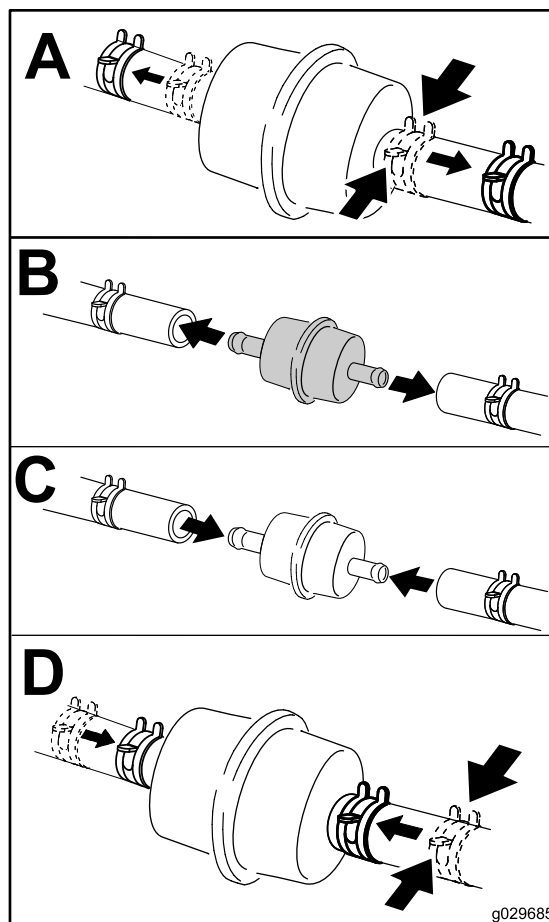

Рисунок 42
4. Подставьте под топливный фильтр чистую емкость и замените топливный фильтр, как показано на Рисунок 42.